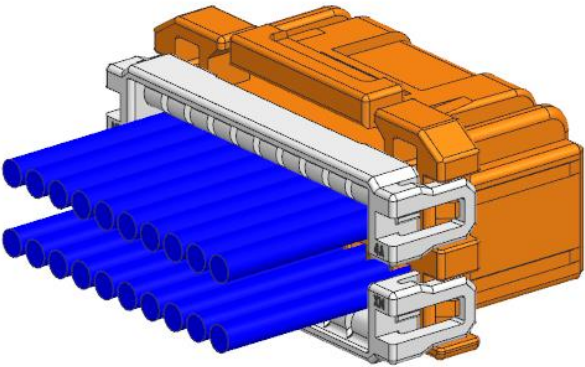

Fig.6-7 完全装着
- ③ リテーナーのロック部がハウジングに設けられたガイドリブに沿うようにし、爪が完全にかかるまで、ゆっくりと真っ直ぐ装着してください。(Fig. 6-7, 6-8)